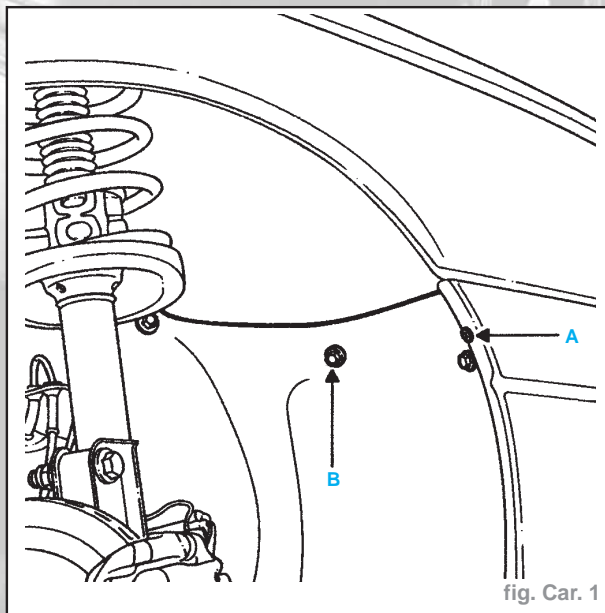
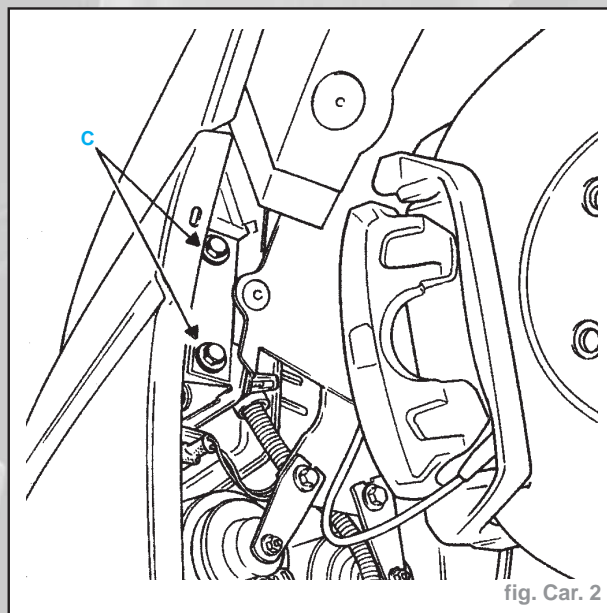

fig. Car. 1
fig. Car. 2
- Déposer (fig. Car. 1) :
- les vis de fixations latérales (A),
- les fixations des plastiques de passage de roue (B),
- Écarter les plastiques de passage de roues de manière à accéder aux vis de fixations latérales (C) (fig. Car. 2).